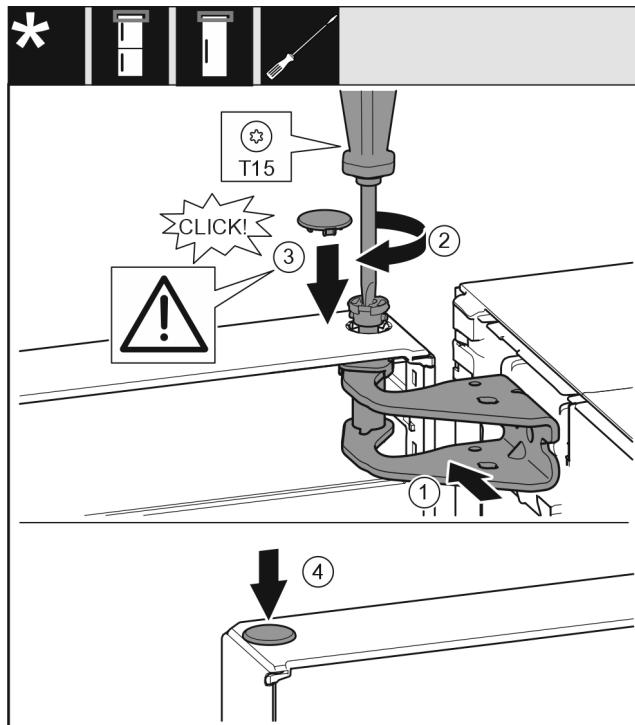

Fig. 21
- Dveře nahore vyrovnejte s otvorem ve stojanu ložiska. Fig. 21 (1)
- Vložte čep a pevně jej utáhněte šroubovákem T15. Fig. 21 (2)
- K zajištění dveří namontujte bezpečnostní kryt: Bezpečnostní kryt nasadte a zkontrolujte, zda přiléhá na dveře. V opačném případě čep zcela zasuňte. Fig. 21 (3)
- Vložte zátku. Fig. 21 (4)